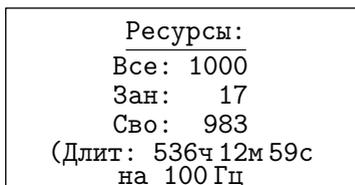
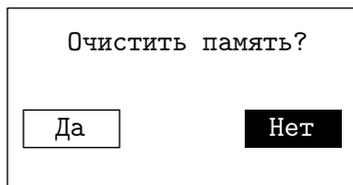

Рис. 3.28
Рис. 3.29
3.5.3. "Ресурсы" - просмотр имеющихся ресурсов памяти: общее количество записей, число свободных и число занятых мест, оставшееся доступное время записи, которое определяется с учетом выбранной частоты сигнала (пункт меню "Частота сигнала") (Рис. 3.28). При выходе из данного пункта меню, по желанию, можно очистить память (Рис. 3.29).